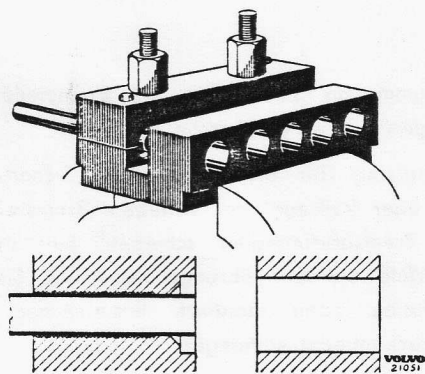

Bild 7-33. Bremsleitung umbördeln
3. Werkzeug SVO 2049 in Schraubstock spannen. Rohr einschieben, dass die Vorderkante mit dem Futter abschneidet, siehe Bild 7-33. Muttern anziehen.